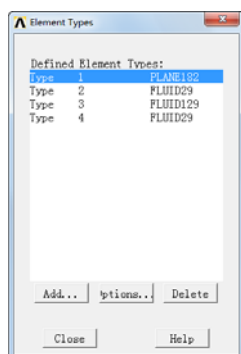
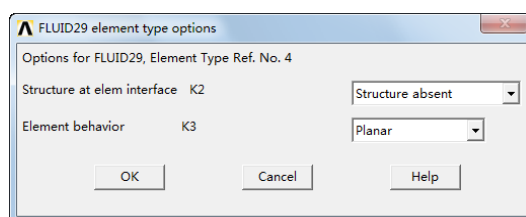

图 11-13 设置完成后单元类型对话框
图 11-14 “FLUID29 element type options”对话框
⑦设置完成之后“Element Types”对话框如图 11-13 所示。选取“Element Types”对话框中的“Type 4 FLUID29”，单击“Options”按钮，会弹出“FLUID29 element type options”对话框，如图 11-14 所示，在“Structure at elem interface K2”选择列表中选择“Structure absent”，其余采用默认设置，单击“OK”按钮关闭该对话框。